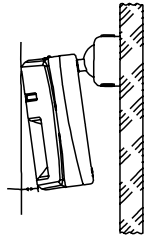

Рисунок 1
- 4.3.2 Перед установкой необходимо снять крышку извещателя, извлечь плату и просверлить в основании отверстия для подключения проводов и крепления извещателя на стену или на кронштейн (рисунок 1). Закрепить основание на стене шурупами. При установке на кронштейн необходимо сначала закрепить на стене кронштейн, затем закрепить на нем основание с помощью винта, установленного в кронштейн.